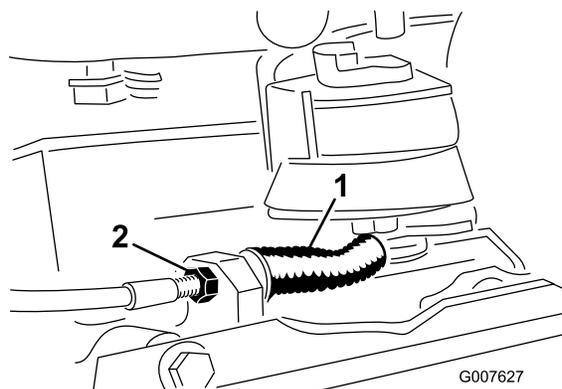

Figura 33
- Para reducir la tensión del cable, afloje la contratuerca delantera del cable y apriete la contratuerca trasera (Figura 33). Repita los pasos 1 y 2 y vuelva a ajustar si es necesario.
- Para aumentar la tensión del cable, apriete la contratuerca delantera del cable y afloje la contratuerca trasera (Figura 33). Repita los pasos 1 y 2 y vuelva a ajustar si es necesario.